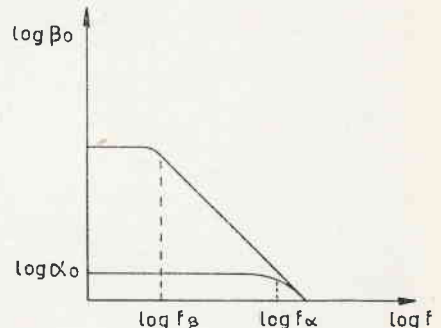

Fig. 1
Si vede dal diagramma riportato in fig. 1 (in cui si è dato a β_0 un valore arbitrario), quale sia l'andamento rispettivo del modulo di β e di α in **decibel** rispetto alla frequenza.
Tenendo però presente che l'andamento delle relazioni (1) e (3) indicato nella fig. 1 non è rispettato in pratica e che perciò il calcolo di f_α dalla relazione (4) ove sia nota $f\beta$ da risultati poco realistici, che le misure sui transistori a frequenze dell'ordine di f_α divennero estremamente complicate quando il valore di questa si spostò nella regione tra i 100 MHz e i 1000 MHz, e infine che nonostante tutto a frequenze molto maggiori di $f\beta$ è abbastanza vera una relazione del tipo